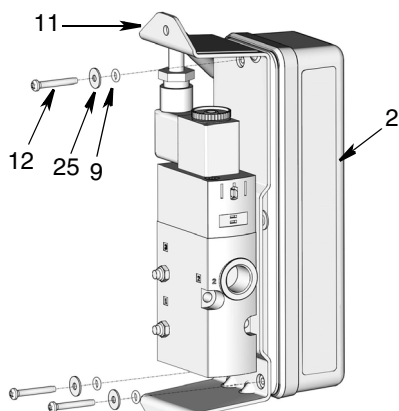

FIG. 33
3. Déposer les trois vis (12), les rondelles (25) et les joints toriques (9) qui tiennent le support de la PAC (11) contre le boîtier (2) (FIG. 33).